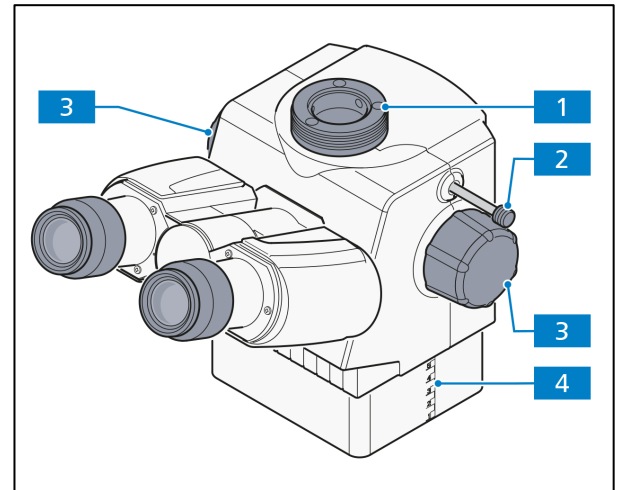

Abb. 2-11 Binokularer Ergo-Fototubus 20°/23 mit Höhenverstellung
Die Ergo-Fototuben besitzen einen Kameraausgang (Abb. 2-11/1).
- Die Höhenverstellung erfolgt über Betätigung der Drehknöpfe (Abb. 2-11/3).
- Der Verstellweg kann an der vertikalen Skala abgelesen werden (Abb. 2-11/4).
- Schubstange (Abb. 2-11/2) eingeschoben: 100 % zu den Okularen
- Schubstange (Abb. 2-11/2) herausgezogen: 100 % zum Fotoausgang